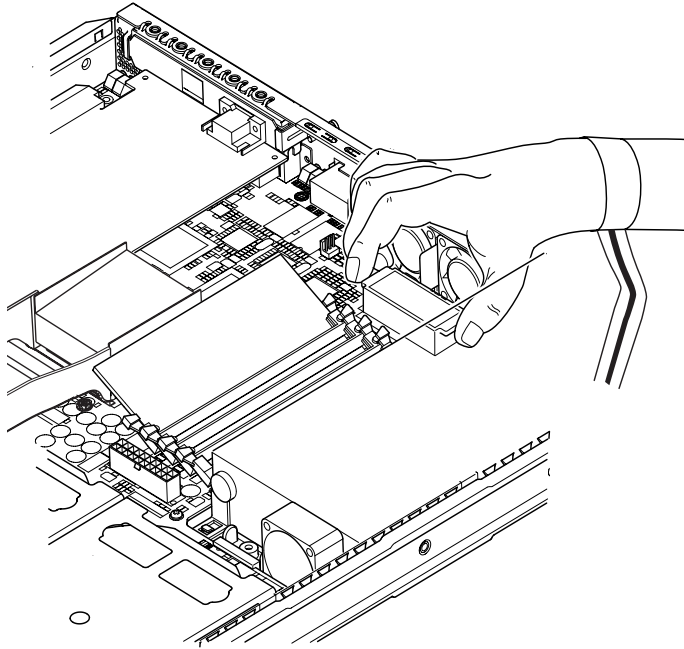

图 11-5 更换 NVRAM 芯片
3. 用拇指和食指在长边方向上拿住 NVRAM 芯片外壳，并将其拔出插槽（请参见图 11-5）。